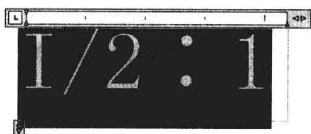

图 5-2-21
(1) 单击“常用”选项卡, 在“注释”面板中单击“多行文字”按钮 **A**, 单击两点确定文本输入框的尺寸。在文本输入框中输入“ $I/2:1$ ”, 并选择文字, 使其反黑显示, 如图 5-2-21 所示。